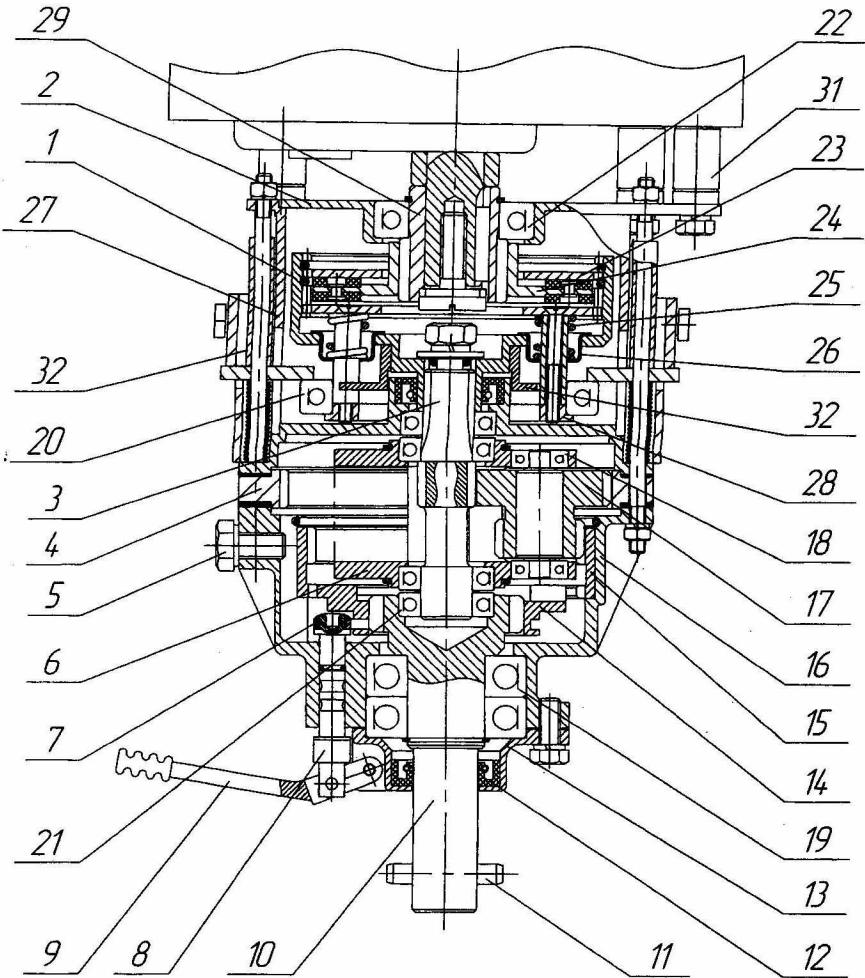

Рис. 4 Вращатель
Вращатель (рис.4) представляет собой двухскоростной планетарный редуктор, состоящий из корпусов 16 и 27 с крышками 2 и 13, в котором монтируются основные детали.
Рис. 4а. Управление сцеплением
Выключение сцепления осуществляется рычагом 3 (Рис.4а), нажатием вниз, до срабатывания механизма фиксации в положении - "выключено".
Для включения сцепления необходимо: сжимая между собой ручки 4 (Рис.4а), вывести из зацепления пластины 5 и плавно поднять механизм управления до упора вверх. Для предотвращения заеданий при работе механизма управления сцеплением, не допускайте сильного загрязнения и периодически смазывайте трещиющие поверхности смазкой - Литол 24-МЛи 4/12-3 ГОСТ 21150-87.
При установке двигателя на вращатель центрирование ступицы 29 (см.рис.4) производить при выключенном сцеплении (диск сцепления должен быть свободным)
- совместить крепежные отверстия на корпусе вращателя и двигателя, вставить втулки и зафиксировать болтами, как указано на рис.4;
- проверить наличие смазки во вращателе по уровню контрольной пробки 5 (рис.4) и двигателе по щупу;
- включить необходимую передачу ручкой 9 (см.рис.4);
- выключить сцепление рычагом 30 (см.рис.4);
- закрепить буровой инструмент на валу 10 (см.рис.4);